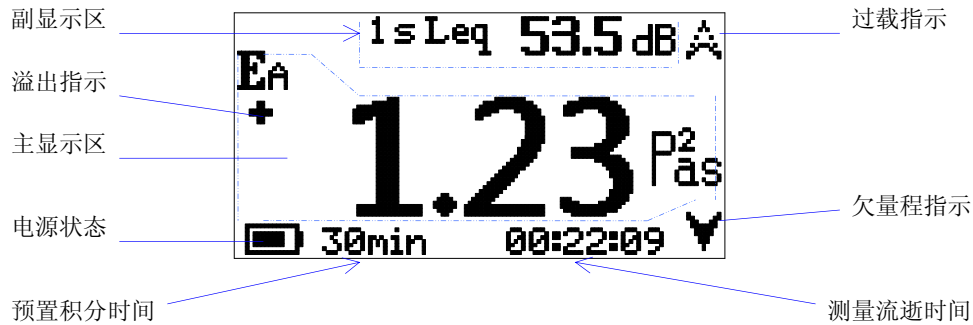

图 12 积分测量期间的显示器之一
4.6.4.1 HY114B 的模式选择开关置于“积分”时，可测量时间平均声级、声暴露级、声暴露、噪声剂量、归一化 8 小时平均声级、统计声级以及最大时间计权声级和最小时间计权声级等多个声学评价量。积分测量时显示器的界面如图 12 所示。